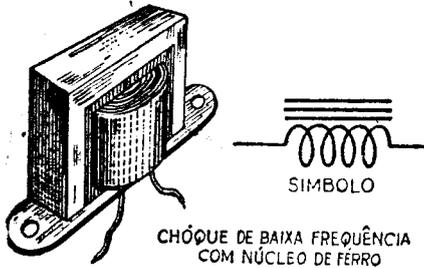
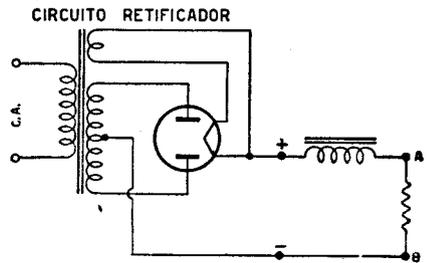

FIG. 11
FIG. 12
suficientemente pura. Para este fim usa-se uma indutância bastante grande, constituída por vários milhares de espiras enroladas sobre um núcleo de ferro. O valor destas indutâncias varia entre 5 e 30 henries (fig. 11). A fig. 12 apresenta um circuito retificador, usado comumente nos radioreceptores. A corrente retificada pulsante aparece entre os pontos + e -. Entre o ponto + e a resistência que deve ser percorrida pela corrente contínua pura está ligada uma indutância (CH) que se encarregará de “aplainar” os picos, de maneira que entre os pontos A e B apareça uma corrente contínua mais ou menos pura, de acordo com a eficiência do filtro.
As indutâncias usadas nestes circuitos são constituídas por um enrolamento sobre um núcleo de ferro (fig. 11).